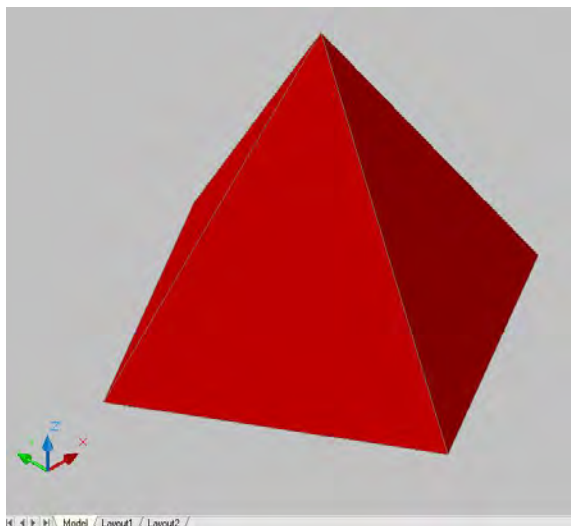

Рис. 2.11. Формирование пирамиды
**ПИРАМИДА.** Команда PYRAMID формирует твердотельную пирамиду (рис. 2.11).